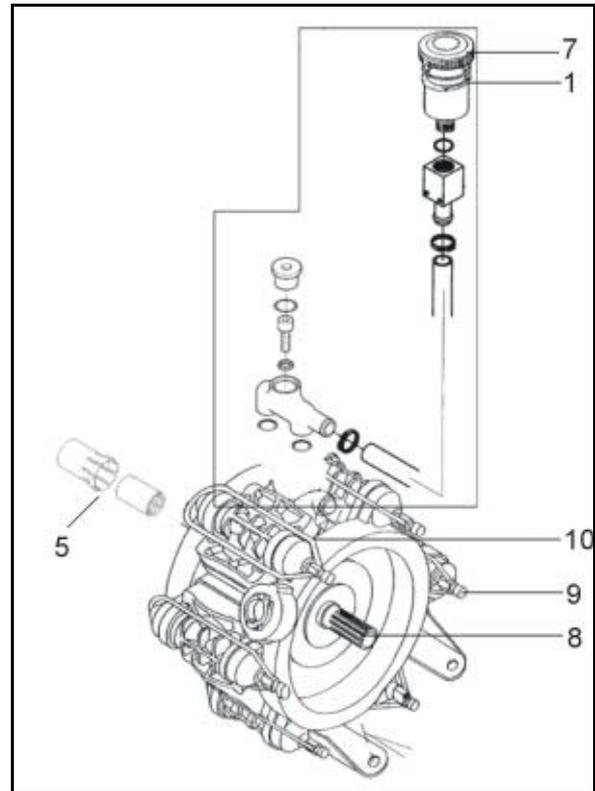
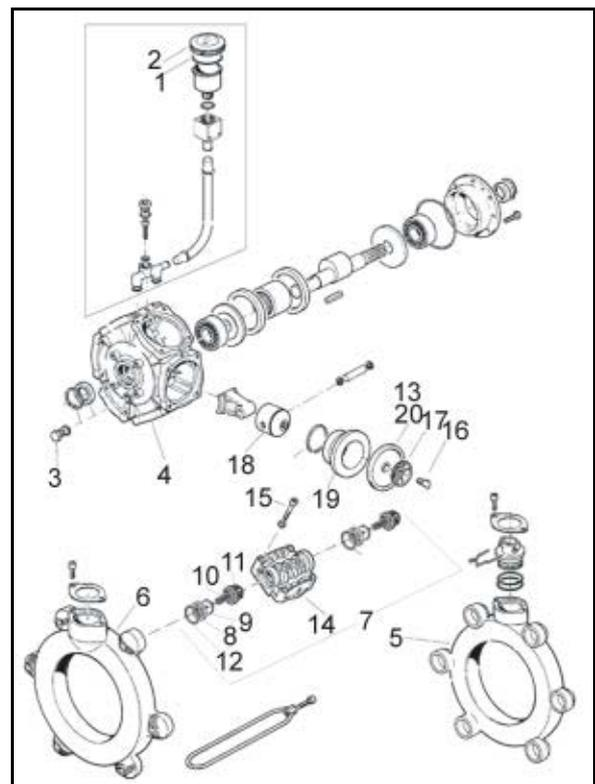

Fig. 81
Fig. 82
Kolbenmembrane (Fig. 82/13) durch Demontage mindestens einmal jährlich auf ihren Zustand überprüfen.
2. Schrauben (Fig. 81/9) lösen.
3. Spannbügel (Fig. 81/10) sowie das Saug- und Druckkanal (Fig. 82/5, Fig. 82/6) einschließlich der Ventilgruppen entfernen.
4. Nach Entfernen der Schrauben (Fig. 82/15) den Zylinderkopf (Fig. 82/14) abnehmen.
5. Kolbenmembrane (Fig. 82/13) überprüfen.
1. Schraube (Fig. 82/16) lösen und Kolbenmembrane (Fig. 82/13) zusammen mit der Haltescheibe (Fig. 82/17) vom Kolben (Fig. 82/18) abnehmen.
- 2.2 Zylinder (Fig. 82/19) aus dem Pumpengehäuse herausnehmen.
3. Kolbenmembrane (Fig. 82/13) montieren.
Kolbenmembrane derart mit Haltescheibe und Schraube am Kolben befestigen, dass der Rand (Fig. 82/20) zur Zylinderkopfseite (Fig. 82/14) weist.